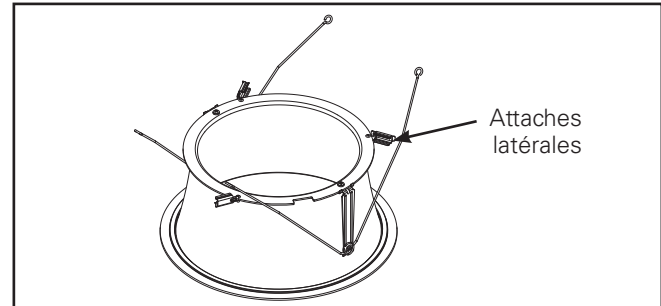

Figure 34
3. Retirez l'assemblage de la garniture de l'emballage protecteur et tournez les attaches latérales (3) vers l'extérieur. (Figure 34).